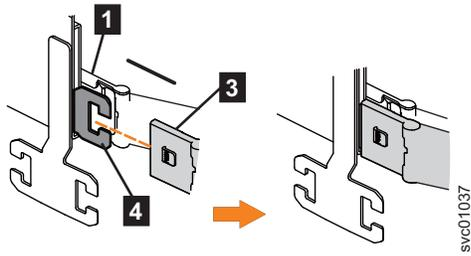

図 101. サポート・レールの内部メンバーへの上部 CMA の内部コネクタの取り付け
3. 281 ページの図 101 に示すように、上部 CMA アセンブリーの内部コネクター (**3**) を、左側のサポート・レールの内部メンバー (**4**) に取り付けます。